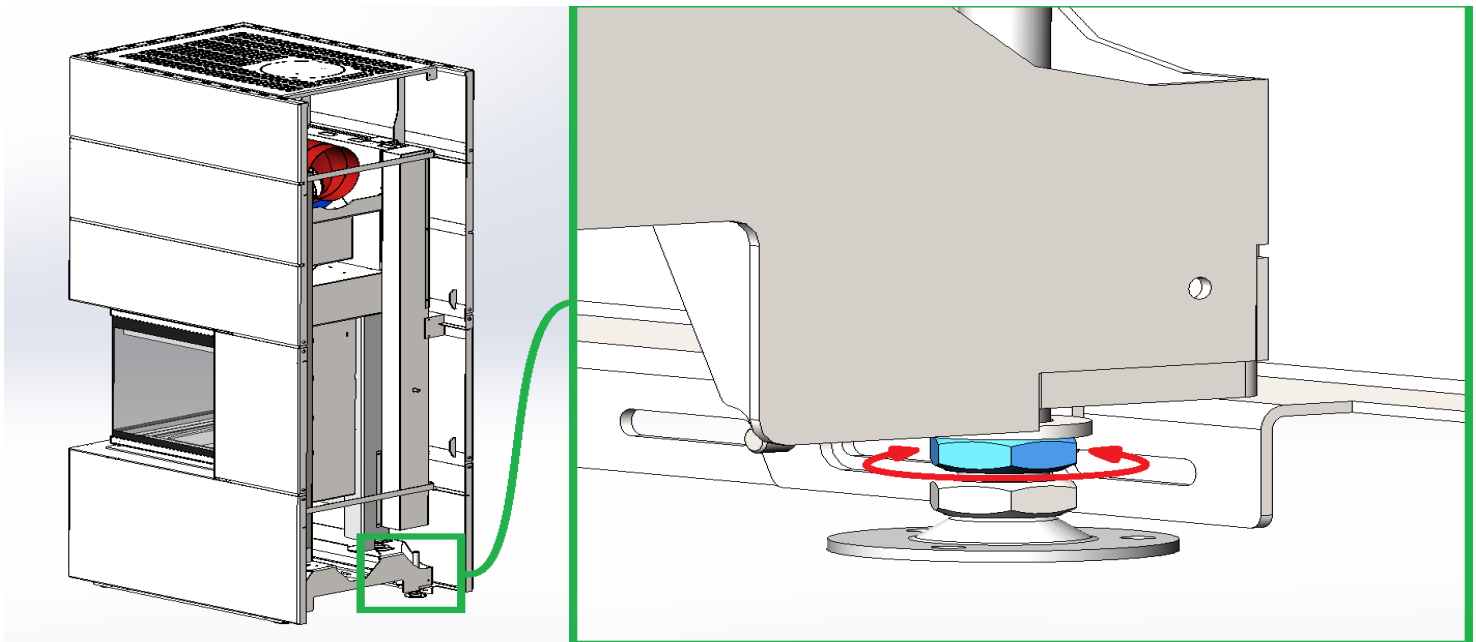

Abbildung 2 Drehen der Kaminfüße
3. Abbildung 2 Drehen der Kaminfüße	Seite 4